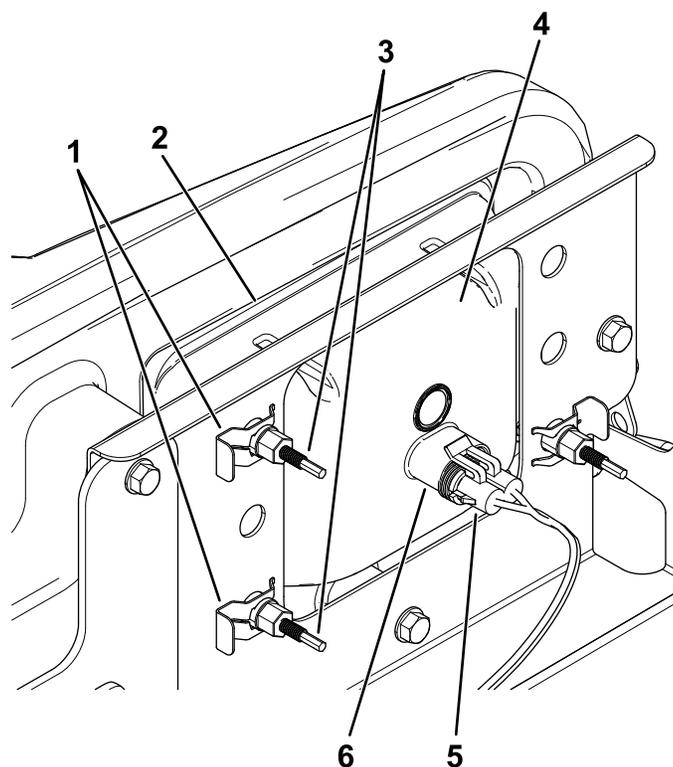

Figure 47
- Débranchez le connecteur électrique de faisceau du connecteur du phare (Figure 47).
- Déposez les clips rapides qui fixent le phare à son support (Figure 47).
- Sortez le phare en le déplaçant vers l'avant à travers l'ouverture dans le pare-chocs avant (Figure 47).
- Montez le phare neuf par l'ouverture dans le pare-chocs (Figure 47).
- Branchez le connecteur électrique de faisceau sur le connecteur de l'ampoule (Figure 47).
5. Au dos du phare, tournez les vis de réglage (Figure 47) pour orienter le phare et aligner la position de son faisceau.